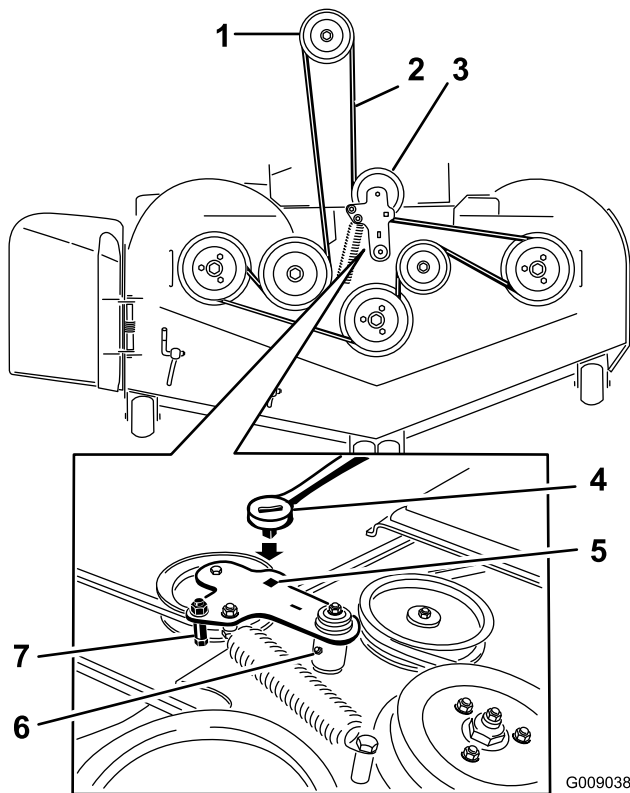

図 77
5. アイドラームについている四角い穴にラチェットを差し込んで、てこの原理でアイドラスプリングのテンションをゆるめる 図 77。
7. スプリング付きのイドラームについているベルトガイドを外す 図 77。
9. 新しいベルトをデッキのプーリ、およびエンジン下のプーリに取り付ける 図 77。
10. アイドラームにベルトガイドを取り付ける 図 77。
11. 四角い穴にラチェットを差し込んで、アイドルスプリングを取り付ける 図 77。